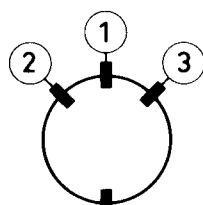

Fig. 5c
5. Keil ④ anbringen (siehe Abb. 5c oder 6c) und das Leimstück fest andrücken.